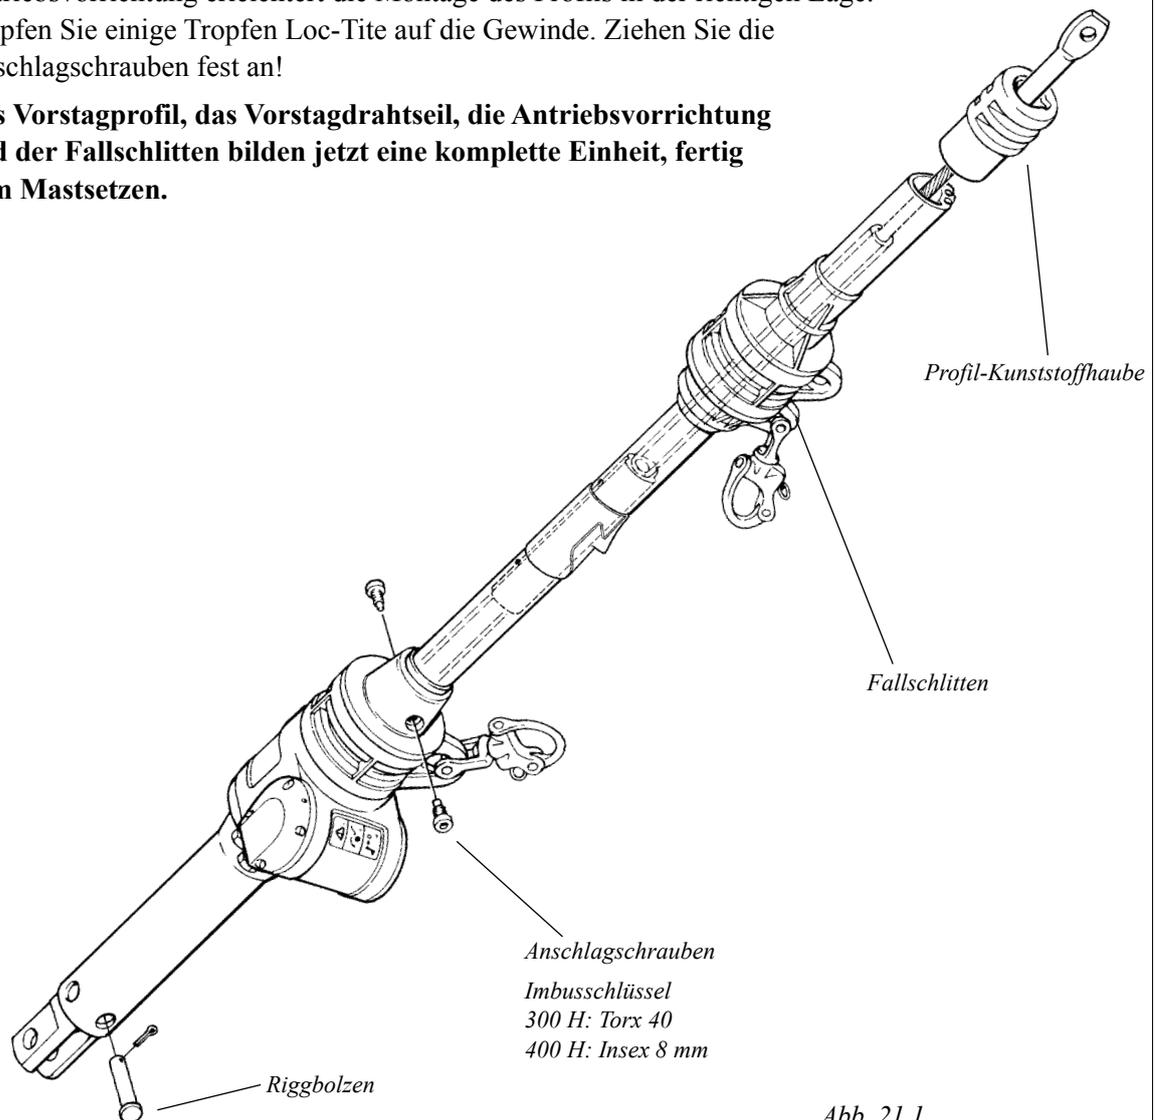

Abb. 21.1
1. Lösen Sie die Anschlagsschrauben (siehe Abb. 21.1), die das Vorstagprofil halten.
3. Demontieren Sie den Riggbolzen. (Siehe Abb. 21.1)